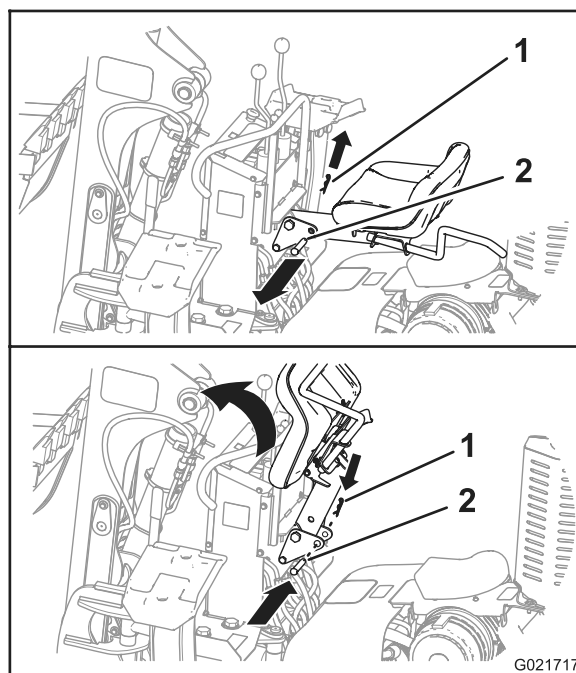

Рисунок 38
- A. Извлеките шплинт из стопорного штифта сиденья (Рисунок 38).
- B. Снимите стопорный штифт сиденья с рамы обратной лопаты и стойки сиденья (Рисунок 38).